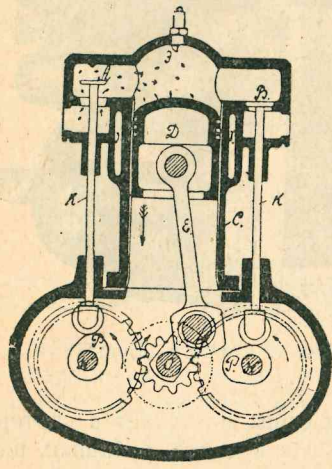

Рис. 1. Всасывание.
На рис. 1, 2, 3 и 4 изображены четыре последовательных хода поршня, или „такта“ четырехтактного
**Первый ход — всасывание.** Предположим, что поршень *D* движется вниз от своего верхнего положения, клапан *A* открыт, а *B* закрыт (рис. 1). Тогда над поршнем, вследствие увеличения объема, будет происходить разрежение, и горючая смесь, состоящая из испаренного жидкого топлива и воздуха и приготовленная в „карбюра-